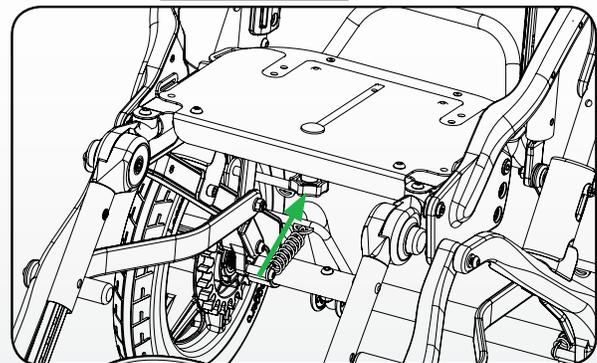

Figure 22
2. Desserrez le ou les bouton(s) sous la base du siège. Consultez la figure 22 ou 23.